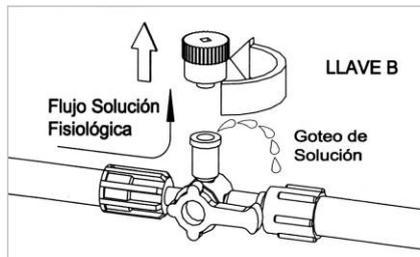
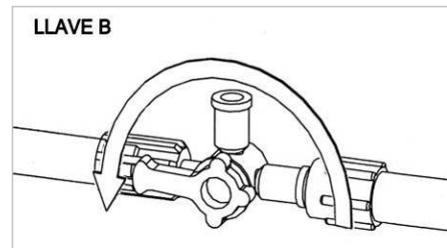
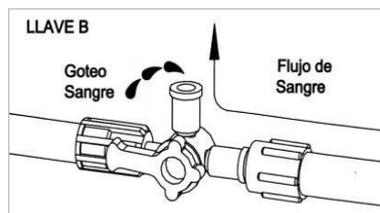
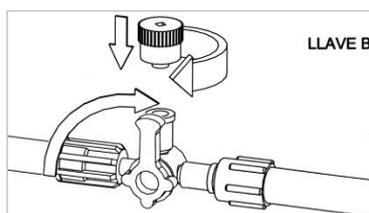

Figura 11-6 - Apertura de la tapa de la Llave "B"
Figura 11-7 - Giro de la Llave "B"
Figura 11-8 - Llenado de sangre, Llave "B"
Figura 11-9 - Giro de la Llave "B" y puesta de tapa
- 1** Quite la tapa de la Llave B (ver figura 11.6) para comenzar a llenar el Tubo de Extensión.
- 2** Cuando el Tubo de Extensión esté lleno de solución fisiológica, libre de burbujas de aire y la solución gotee por el extremo de la llave de 3 vías (ver figura 11.6); gire la Llave "B", como indica la figura 11.7, girándola 180°.
- 1 Estando la Llave "B" en la posición indicada en la figura 11.7 y cuando la línea a paciente esté llena de sangre, libre de burbujas de aire y la sangre gotee por el extremo de la llave de 3 vías; (ver figura 11.8) ponga la tapa y cierre la Llave "B", como indica la figura 11.9.